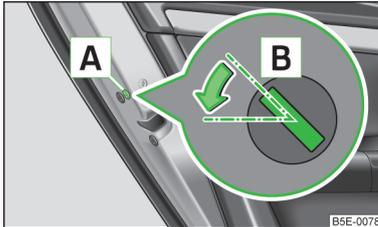

Abb. 18
- Die Blende **A** abbauen » Abb. 18.